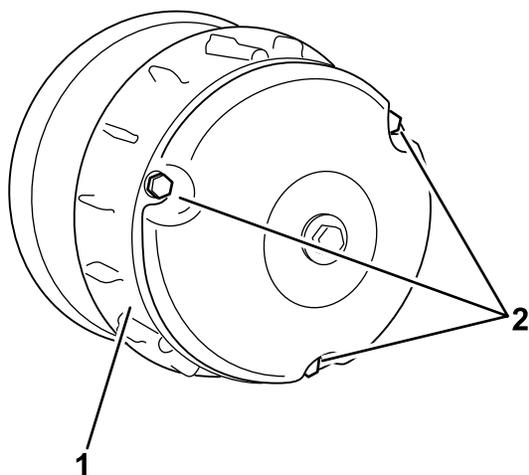

Рисунок 63
2. Отверните три болта крепления крышки сцепления и снимите крышку (Рисунок 63).
4. Установите крышку сцепления и закрепите ее 3 болтами (Рисунок 63), снятыми при выполнении пункта 2.